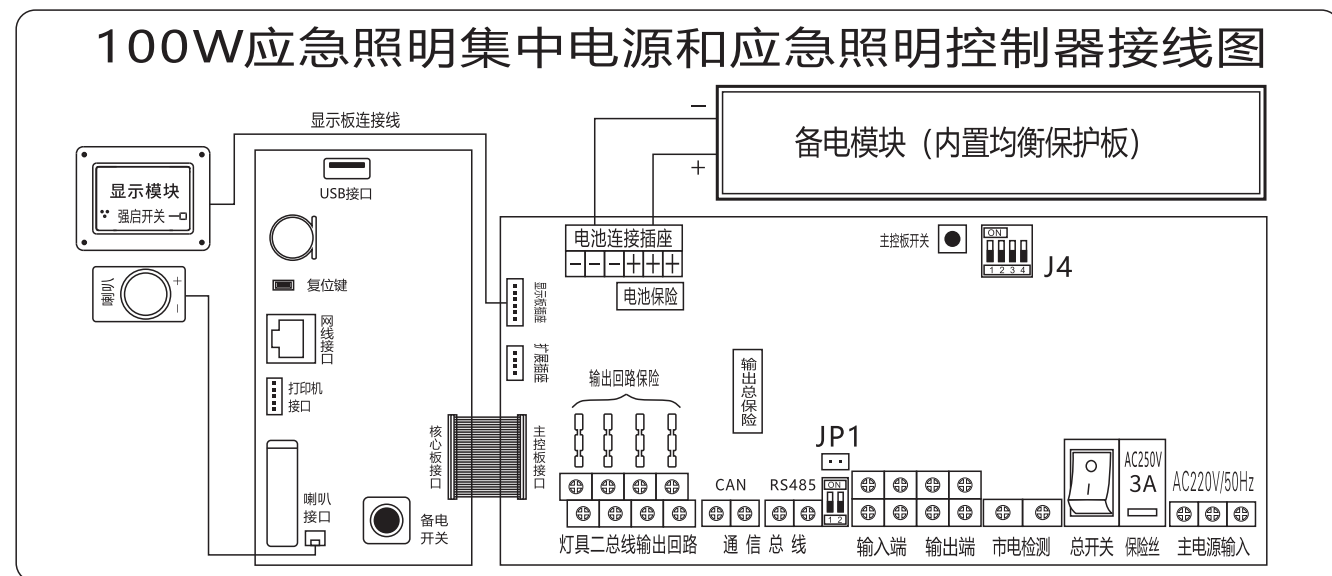

图5.31
(2)、线路板指示灯(见图5.31)
跳线帽和拨码开关的使用（见图5.31）